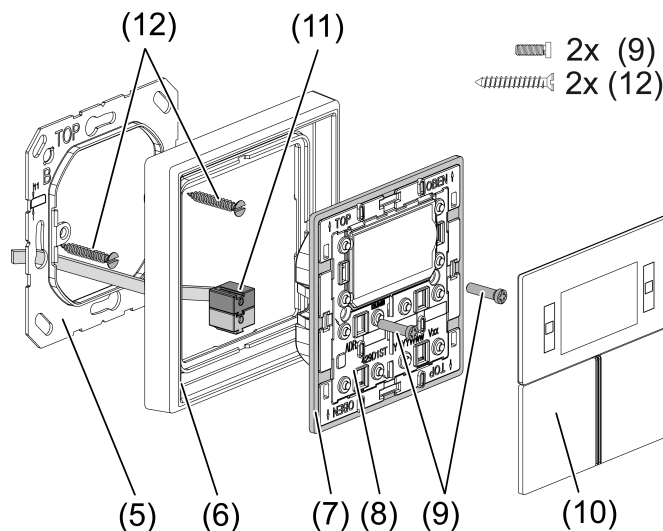

Figure 2: Montage du module régulateur
- Enclencher le cadre d'adaptateur (7) par l'avant et dans la bonne position sur le module (8) (voir figure 2). Respecter le marquage **TOP** = haut.